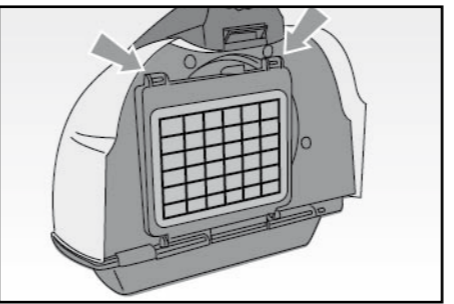

Fig. 7
- Agendo sulle due levette posteriori, aprire il relativo sportellino (Fig. 7)